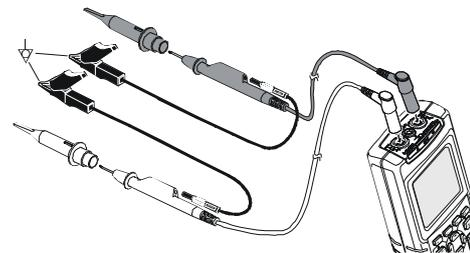

Figura 9-2. Messa a terra con il cavo di massa corto
- Utilizzare i cavi corti di massa in fase di misura dei segnali DC o AC sulle entrate A e B. (Vedere la figura 9-2).